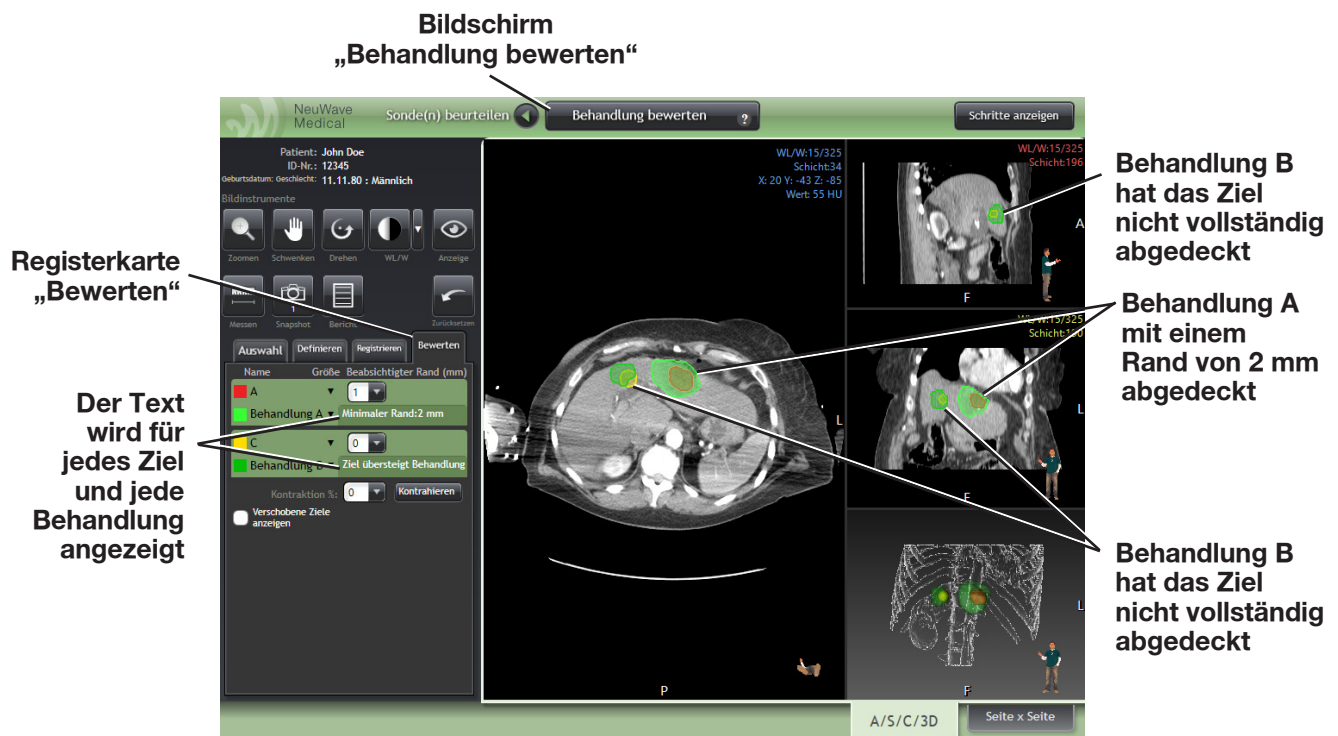

Abbildung 3-40: Registerkarte und Tabelle „Behandlungsbewertung“.
3. Wenn während des Postablations-Scans keine Ablationssonden vorhanden waren, würden die Ablationsziele und die Behandlungszone wie in Abbildung 3-40 dargestellt, angezeigt werden.
4. Wenn die Behandlungszone die Läsion nicht abdeckt, wird links im Bildschirm eine Meldung mit der Information angezeigt, dass das Ziel größer als die Behandlungszone ist: ‚Ziel übersteigt Behandlung‘ (Abbildung 3-40).
5. Wenn die Behandlungszone die Läsion abdeckt, wird eine Meldung mit den minimalen Umrandungen (in mm) angezeigt, die sich vom Rand der Läsion zum Rand der Behandlungszone erstrecken (Abbildung 3-40).